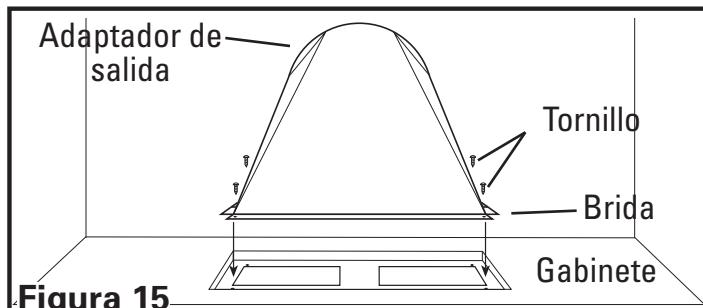

Figura 15
NOTA: Cuando el acabado de la tubería sea similar al que se muestra en la figura 15 (pasando a través de la pared sobre la cual está montada la campana) la instalación requiere consideración especial. Dependiendo de dónde se ubiquen los montantes de la pared, puede ser necesario cortar uno o más de los montantes de la pared e instalar un cabecero y un pie para transferir la carga a los montantes adyacentes. Se puede necesitar la instalación de montantes adicionales en la abertura para adosar el panel de yeso o asegurar la campana. Si ésta es su situación, Air King le recomienda contratar a un profesional y cumplir con todos los códigos aplicables.
- Instale el adaptador de salida de tamaño apropiado (disponible por separado) a la campana deslizándolo hacia abajo dentro del agujero cortado anteriormente y haciendo coincidir los cuatro agujeros en la brida del adaptador con los cuatro agujeros correspondientes de la campana y asegure en el lugar con los tornillos suministrados. Asegure un sellado hermético alrededor del adaptador cerrando todas las conexiones con cinta para embalar (Figura 15).